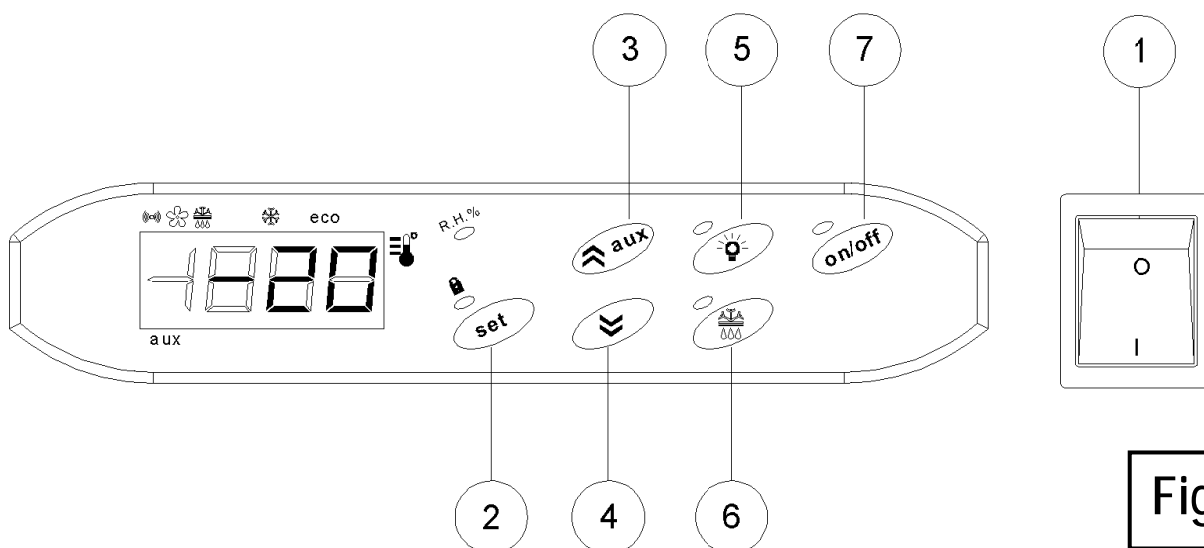

Fig. 4
Dare tensione agendo sull'interruttore compressore ① di FIG.4.
L'utilizzatore nell'espletare le funzioni di monitoraggio e variazioni dei parametri di funzionamento deve agire esclusivamente sulla strumentazione esterna del quadro di comando rappresentato in FIG.4.
Le funzioni del quadro di comando a bordo cella rappresentato in FIG. 4 sono: